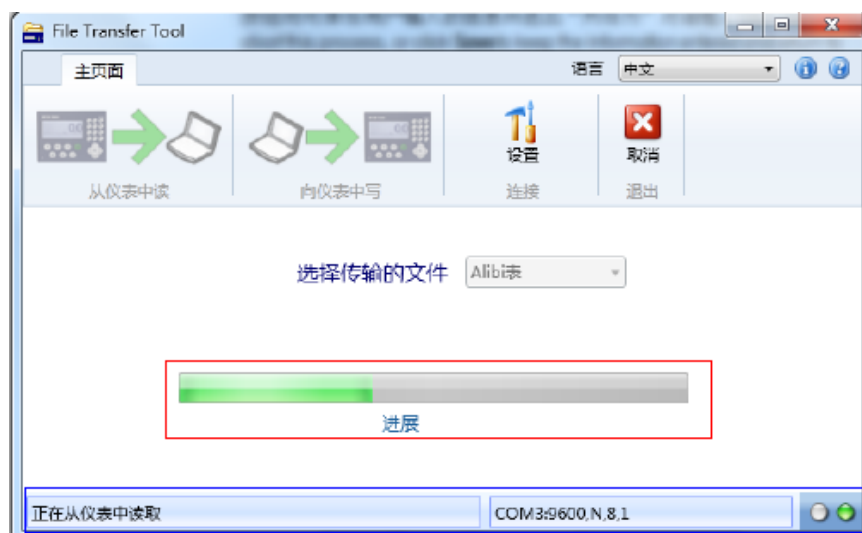

图 3-4: 文件传输进度显示
7. 一旦启动传输操作，在主界面上将出现进度条指示读取操作进度信息，如图 3-4 所示。